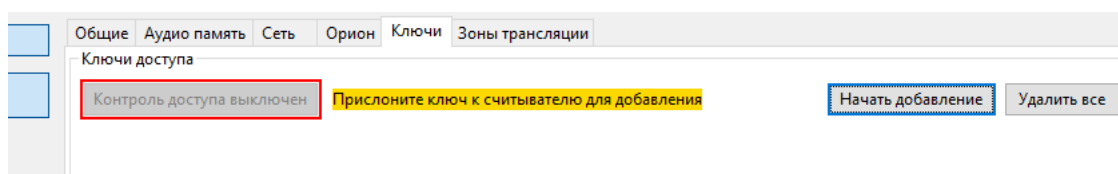

Рисунок 2.2.14. Добавление нового ключа доступа.
1) Нажать кнопку «Начать добавление». Появится надпись «Прислоните ключ к считывателю для добавления» (Рисунок 2.2.14). На лицевой панели консоли начнет мигать индикатор «Доступ», синхронно с ним будет звучать длинный звуковой сигнал.